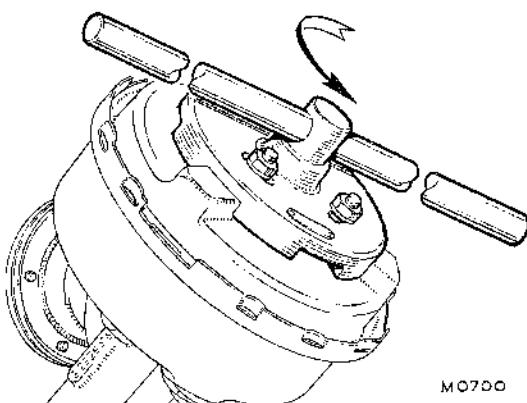

Fig. Mb.3
- (9) Usar la presión del pulgar para sujetar la válvula de retención de la carcasa del servo y extraer la montura de goma de la válvula.
- (10) Para quitar la tapa final de la carcasa del servo, colocar la Herramienta de Servicio C2030* sobre los tres espárragos y fijarla bien con tuercas adecuadas (ver Fig. Mb.3). Girar hacia la izquierda la herramienta extractora con una llave hueca en "T" de 13 mm, tanto como lo permitan los topes de la tapa y levantar ésta.
- (11) Girar el soporte del diafragma de manera que la chaveta de retención del vástago mire hacia abajo. Aplicar una